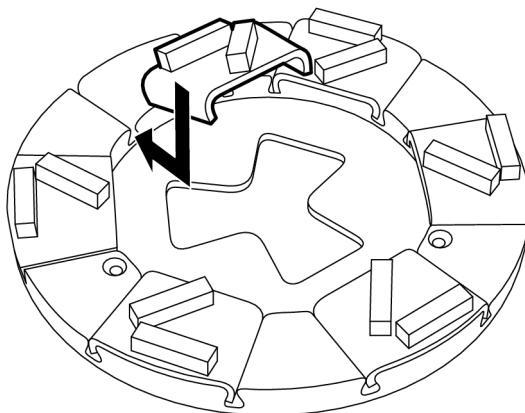

Рисунок 4-13. Установка головок
1. Сместите шлифовальную головку по диагонали сверху вниз в соответствующий направляющий паз в держателе, см. Рисунок 4-13, стр. 25. Затем полностью втолкните головку в паз.
2. Сместите новую шлифовальную головку по диагонали сверху вниз в соответствующий направляющий паз в держателе, см. Рисунок 4-13, стр. 25.
3. Установите требуемую головку на машину, см. Рисунок 4-13, стр. 25